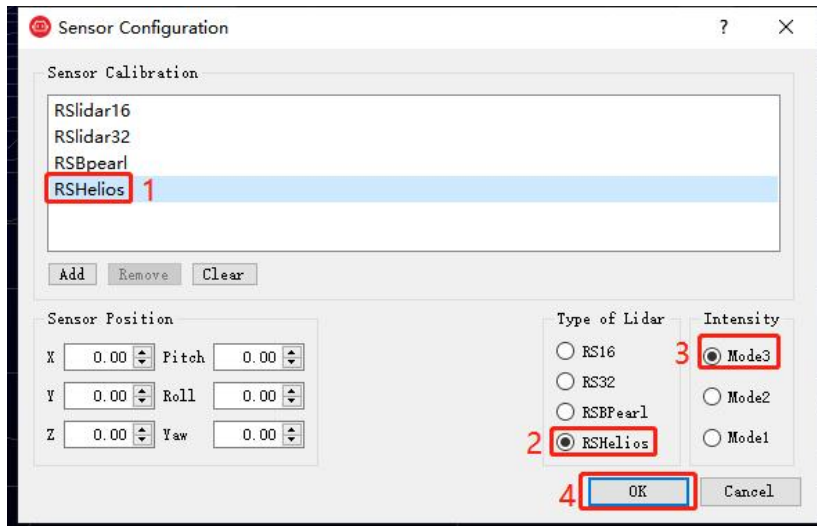

图 C-2 选择 RS-Helios 参数配置文件
4. 在弹出的 **Sensor Configuration** 窗口中，选择 RSHelios“Type of Lidar”勾选 RSHelios，“Intensity”选择 Mode3,之后点击“OK”即可，如下图 C-2 所示：